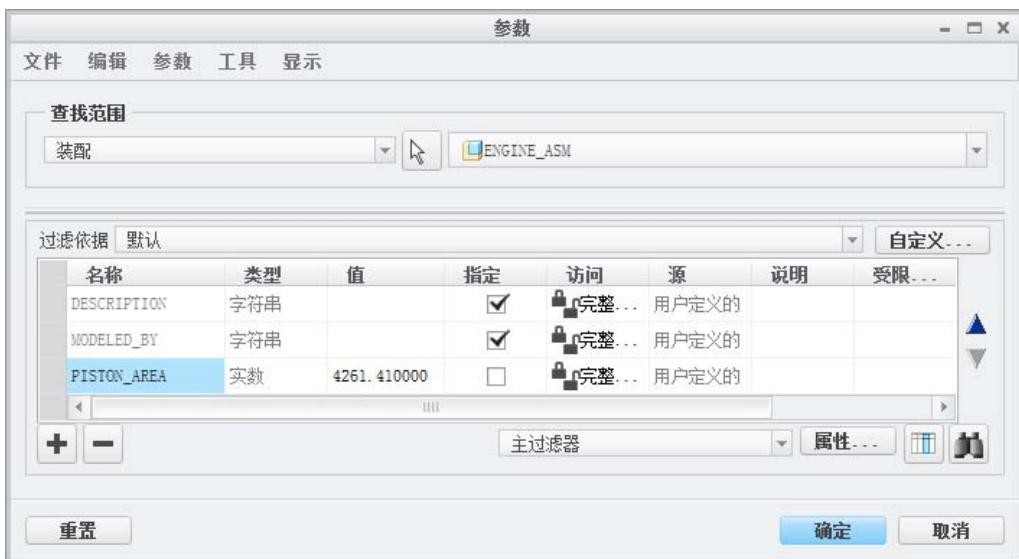

图 8.2.8 添加新参数
(2) 添加参数。单击“参数”对话框中的“添加新参数”按钮 + ，输入名称“PISTON_AREA”，类型为“实数”，参数值为 4261.41，如图 8.2.8 所示。
(3) 单击 **确定** 按钮完成参数添加。